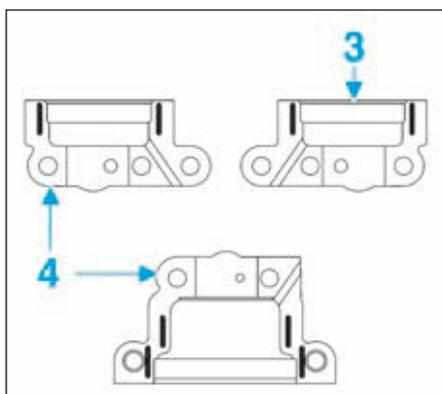

FIG.20
- le chapeau de palier d'arbre à cames d'admission numéro 6 (3) (Fig.20),